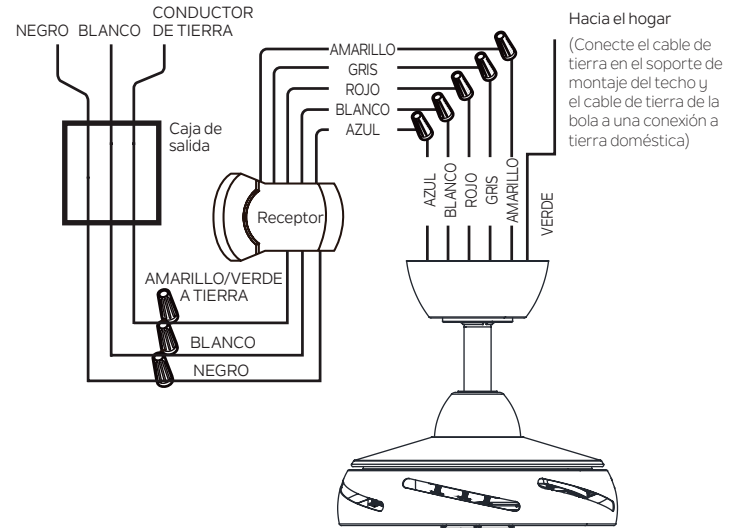

Figura 13
Realice cada una de las conexiones de cables ilustradas en la **Figura 13**. Asegure cada una con las tuercas para cables proporcionadas.
Paso 1. Conecte el cable azul del ventilador (motor) al cable azul del receptor. Conecte el cable blanco del ventilador (motor) al cable blanco del receptor. Conecte el cable rojo del ventilador (motor) al cable rojo del receptor. Conecte el cable gris del ventilador (motor) al cable gris del receptor. Conecte el cable amarillo del ventilador (motor) al cable amarillo del receptor. **(Figura 13)**